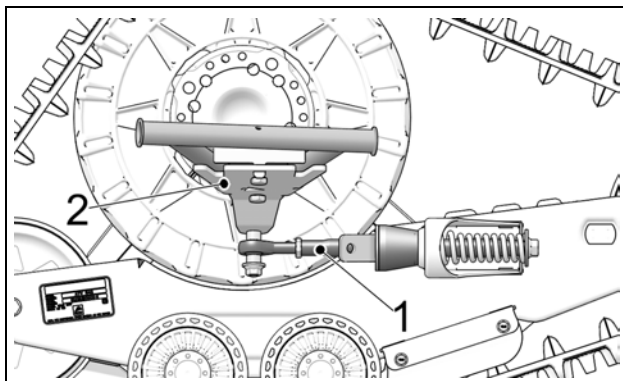

Figure 4
- Le bras stabilisateur (1) doit être fixé à l'ancrage avant (2) installé au véhicule. Voir la Figure 4.